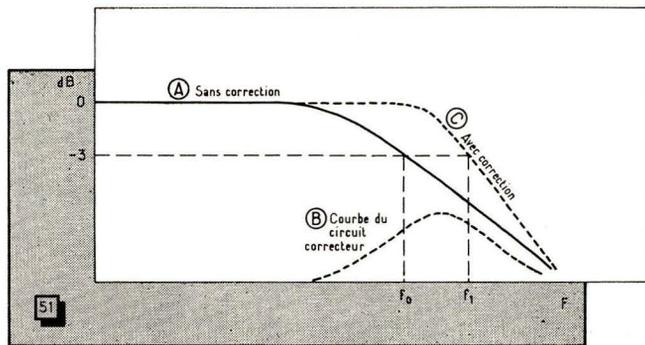
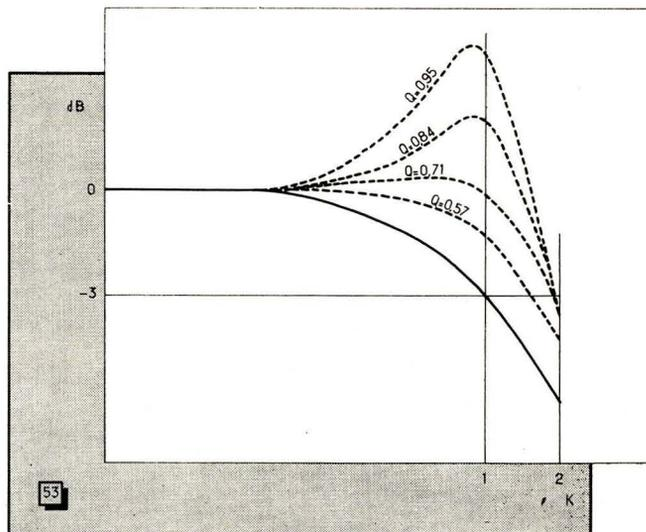

Fig. 51. — Mécanisme de la correction par une bobine telle que L_2 de la fig. 50.
Fig. 53. — L'allure de la courbe de réponse varie beaucoup suivant la valeur de Q choisie.
On peut dire, en gros, que l'on superpose une certaine courbe de réponse non corrigée (A) (fig. 51) à la courbe de résonance (B) du circuit correcteur, pour obtenir, comme dans ce que nous avons vu pour les circuits décalés, une courbe globale (C), nettement plus large.
Le choix du coefficient de surtension Q , et, partant de là, de k , ne doit pas se faire au hasard, car au-delà d'une certaine limite, $Q = 0,75$ environ, on ne gagne pratiquement plus rien. D'autre part, il existe une certaine valeur de Q pour laquelle la caractéristique de phase est optimale : vers $Q = 0,57$. Au-delà de cette valeur, la courbe de réponse globale présentera un relèvement de plus en plus prononcé dans la région $f_0 - f_1$ (fig. 51), relèvement qui peut se traduire par du « plastique » sur l'image. Remarquons qu'à un faible degré ce phénomène peut être recherché, car il confère à l'image une allure « soulignée » qui, dans certains cas, en augmente la netteté. La figure 53 montre l'allure des courbes correspondant à quelques valeurs de Q , la courbe en trait plein représentant la « réponse » non corrigée.
Si l'on compare les courbes des figures 55 et 56 à celles de la figure 53, on voit qu'une correction série permet d'obtenir, dans certaines conditions, un coefficient d'élargissement de la bande k compris entre 2 et 3, c'est-à-dire beaucoup plus élevé qu'avec une correction du type shunt. L'inconvénient, déjà signalé, c'est qu'une correction série est beaucoup plus délicate à manier. Supposons, par exemple, que nous ayons fait le calcul pour $m = 1,5$, avec $C_1 = 10$ pF et $C_2 = 15$ pF. Or, par suite des circonstances imprévisibles, les valeurs réelles se trouvent être $C_1 = 7$ pF et $C_2 = 18$ pF. Nous retombons pratiquement dans le cas $m = 3$ et perdons tout l'avantage d'un coefficient k plus élevé. Une simple correction shunt ferait tout aussi bien.